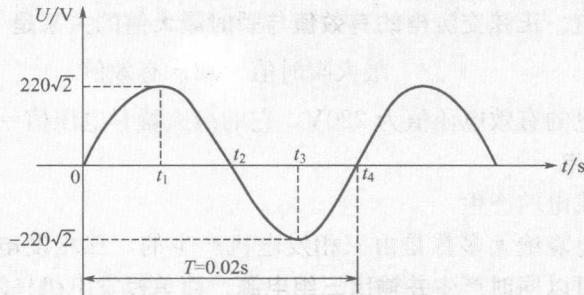

图 1-12 正弦交流电的周期、频率和瞬时值说明图
周期和频率是交流电最常用的两个概念，下面以如图 1-12 所示的正弦交流电波形图来说明。
① 周期 从图 1-12 可以看出，交流电变化过程是不断重复的，**交流电重复变化一次所需的时间称为周期，周期用  $T$  表示，单位是秒 (s)**。如图 1-12 所示交流电的周期为  $T=0.02s$ ，说明该交流电每隔  $0.02s$  就会重复变化一次。
② 频率 交流电在每秒钟内重复变化的次数称为频率，频率用  $f$  表示，它是周期的倒数，即
**频率的单位是赫兹 (Hz)**。如图 1-12 所示交流电的周期  $T=0.02s$ ，那么它的频率  $f=1/T=1/0.02=50\text{Hz}$ ，该交流电的频率  $f=50\text{Hz}$ ，说明在  $1s$  内交流电能重复  $0 \sim t_4$  这个过程 50 次。交流电变化越快，变化一次所需要时间越短，周期就越短，频率就越高。
① 瞬时值 交流电的大小和方向是不断变化的，交流电在某一时刻的值称为交流电在该时刻的瞬时值。以如图 1-12 所示的交流电压为例，它在  $t_1$  时刻的瞬时值为  $220\sqrt{2}\text{V}$  (约为  $311\text{V}$ )，该值为最大瞬时值，在  $t_2$  时刻瞬时值为  $0\text{V}$ ，该值为最小瞬时值。